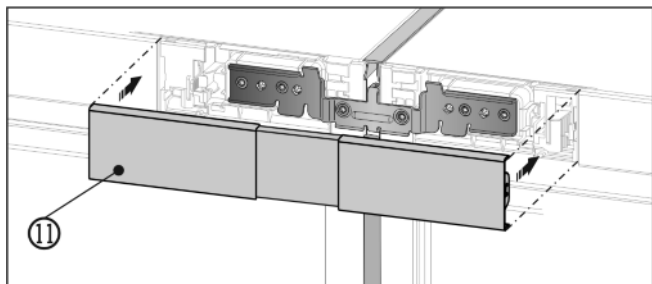

Fig. 15
- Klikk det øvre dekselet Fig. 15 (11) på mellomrommet som ennå er åpent mellom de to betjeningspaneldelene. Pass på at dekselets utsider ligger helt i flukt med betjeningspaneldelene.